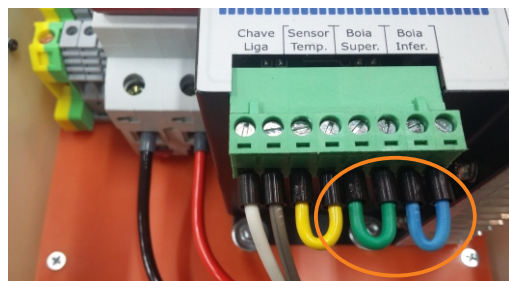

Figura 11: Funcionamento sem automático de nível (boia elétrica)
- Mantenha o jumper na cor “azul” e o jumper na cor “verde” nas posições originais de fábrica (Figura 11).